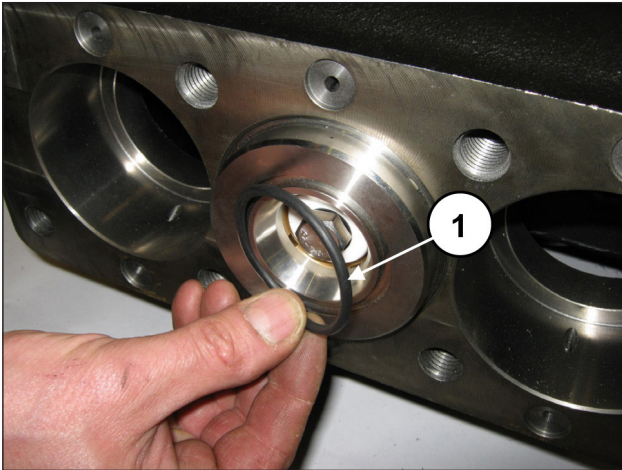
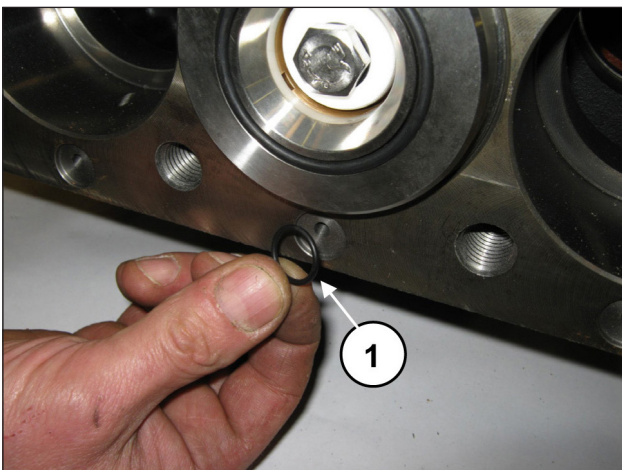

Abb. 193
Abb. 194
Montieren Sie den frontseitigen O-Ring der Buchse (Pos. ①, Abb. 193) und den O-Ring der Umlaufbohrung (Pos. ①, Abb. 194).